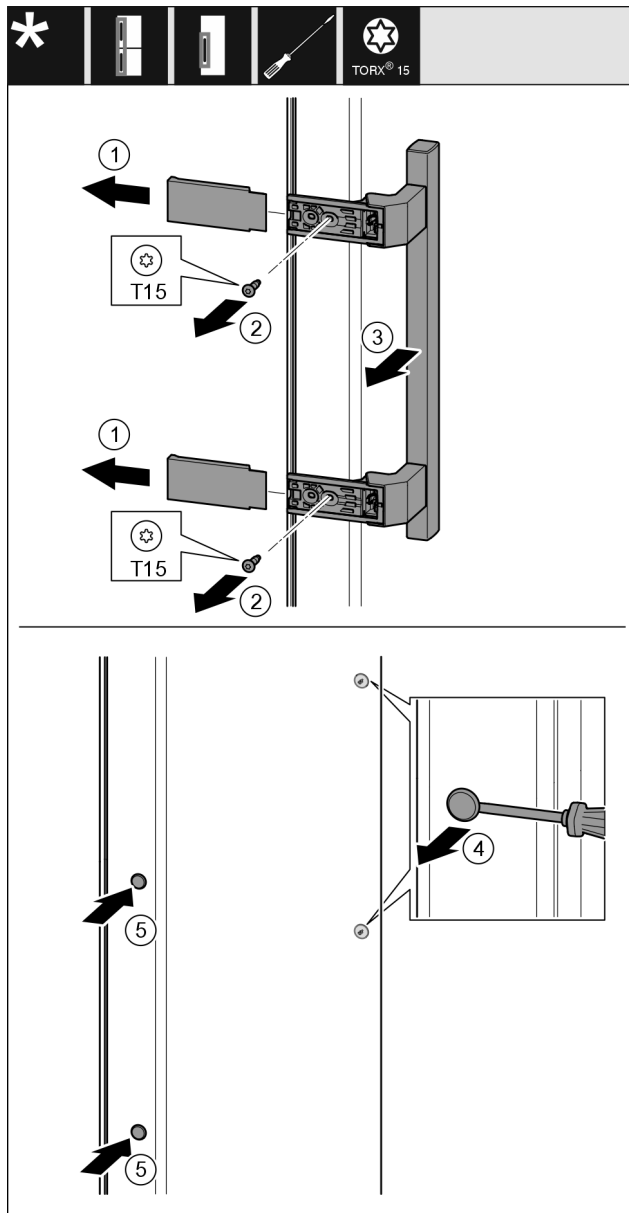

Fig. 27
- ▶ Abdeckung Fig. 27 (1) abziehen.
- ▶ Schrauben Fig. 27 (2) mit Schraubendreher herausdrehen.
- ▶ Griff Fig. 27 (3) abnehmen.
- ▶ Seitlichen Stopfen Fig. 27 (4) vorsichtig mit einem Schlitzschraubendreher anheben und herausziehen.
- ▶ Stopfen Fig. 27 (5) auf der anderen Seite wieder einsetzen.